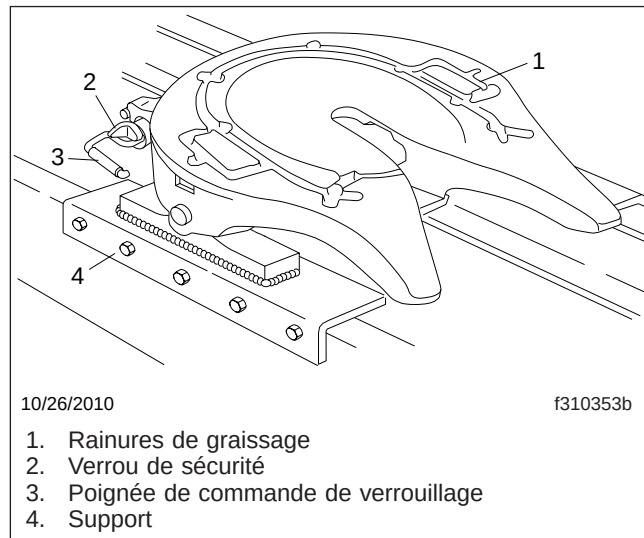

Fig. 3, Sellette d'attelage série Simplex
- Lorsque la sellette est verrouillée, le verrou de sécurité doit pouvoir osciller et retomber librement en place. Voir la **figure 3**.